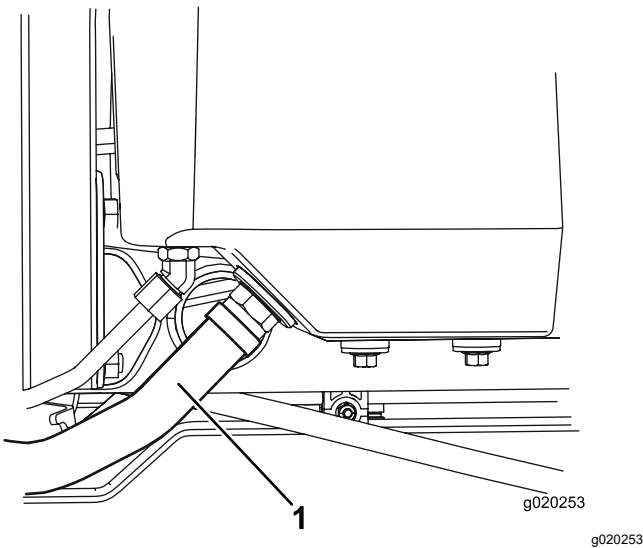

図 81
2. タンクから大きい油圧オイルホース 図 81 を外し、流れ出すオイルを容器に受ける。